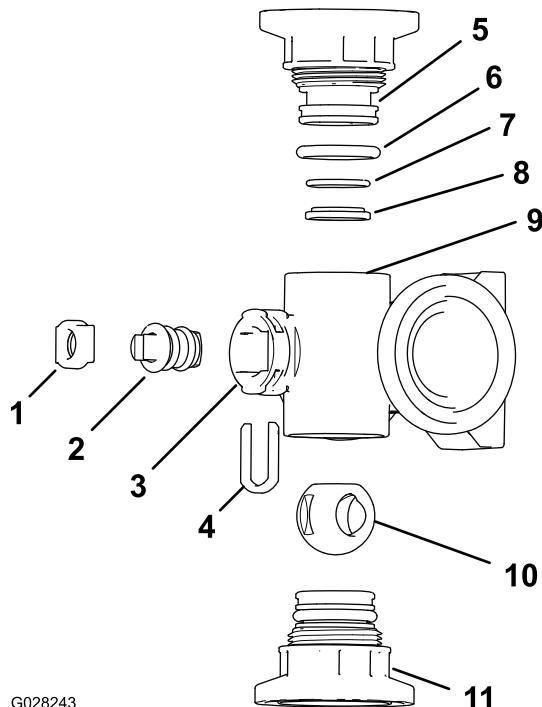
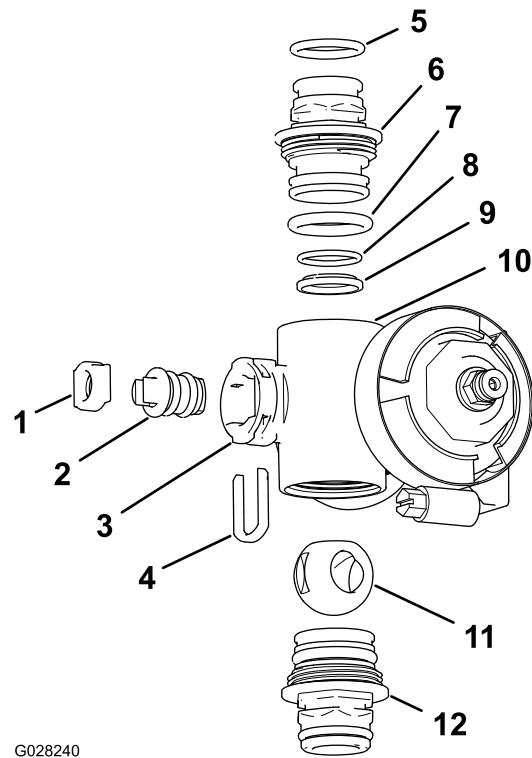

Figure 72
Figure 73
2. Déposez les 2 raccords d'embout à chaque extrémité du collecteur (Figure 72 et Figure 73).
4. Retirez l'étrier de fixation de tige situé dans les fentes de l'orifice de tige du collecteur (Figure 72 et Figure 73).
5. Déposez du collecteur le dispositif de retenue de la tige et le siège de la tige (Figure 72 et Figure 73).
6. En passant par le corps du collecteur, déposez la tige de valve (Figure 72 et Figure 73).
- Vérifiez l'état et l'usure des joints toriques de raccord de sortie (collecteur de vanne de section seulement), joints toriques d'embout, joints toriques de portée arrière, siège de bille (Figure 72 et Figure 73).
- Appliquez de la graisse sur la tige et insérez cette dernière dans son siège (Figure 72 et Figure 73).
- Placez la tige et le siège de valve dans le collecteur et fixez-les à l'aide du dispositif de retenue (Figure 72 et Figure 73).
- Vérifiez que le joint torique de portée arrière et le siège de bille sont alignés et bien engagés dans le raccord d'embout (Figure 72 et Figure 73).
- Montez le raccord d'embout sur le corps du collecteur jusqu'à ce que la bride du raccord touche le corps (Figure 72 et Figure 73), puis tournez le raccord d'embout de 1/8 à 1/4 de tour supplémentaire. Serrez le raccord à un couple de 225 à 282 N·cm.